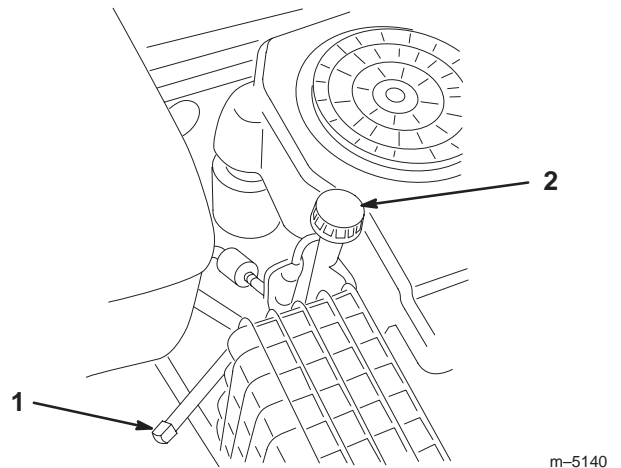

Figure 17
5. Placez un bac de vidange sous l'orifice de vidange de l'huile. Enlevez le bouchon de vidange (Fig. 17).
7. Nettoyez la surface autour de la jauge d'huile et dévissez le bouchon (Fig. 17).